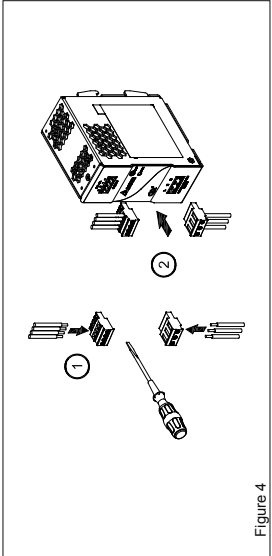

Figure 4
ACHTUNG: Befestigung zwischen Kabel und Gehäuse (Abb. 4 (1)) muss erfolgen, bevor der Stecker in den Anschlussverteiler gesteckt wird (Abb. 4 (2)).
Cauton: " must tighten wire to housing (fig.4(1)) before plugging into the terminal block connection (fig.4(2))